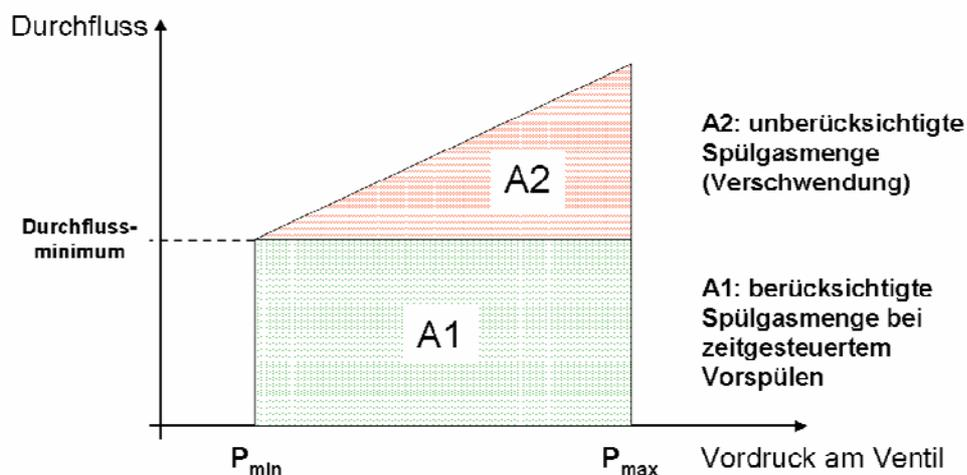

Abbildung 1: Vergleich Spülmittelverbrauch
- Das **integrierende** Verfahren zeichnet sich dagegen aus, dass der tatsächliche Volumenstrom am Auslaß des Ex p- Gehäuse gemessen und aufintegriert wird. Damit ergibt sich eine sichere und wirtschaftliche Spülmethode. Siehe Abbildung 1.